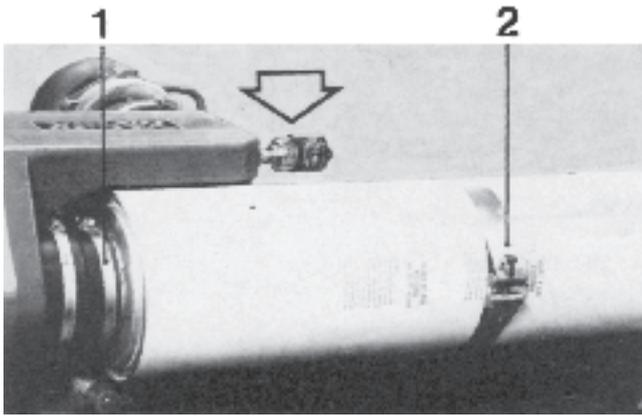

Fig. 158. Echange de filtre à air (la figure montre TD60)
1. Nettoyer le conduit caoutchouc vers le filtre. Libérer le collier de serrage (1, figure 158) et l'attache (2) du filtre.